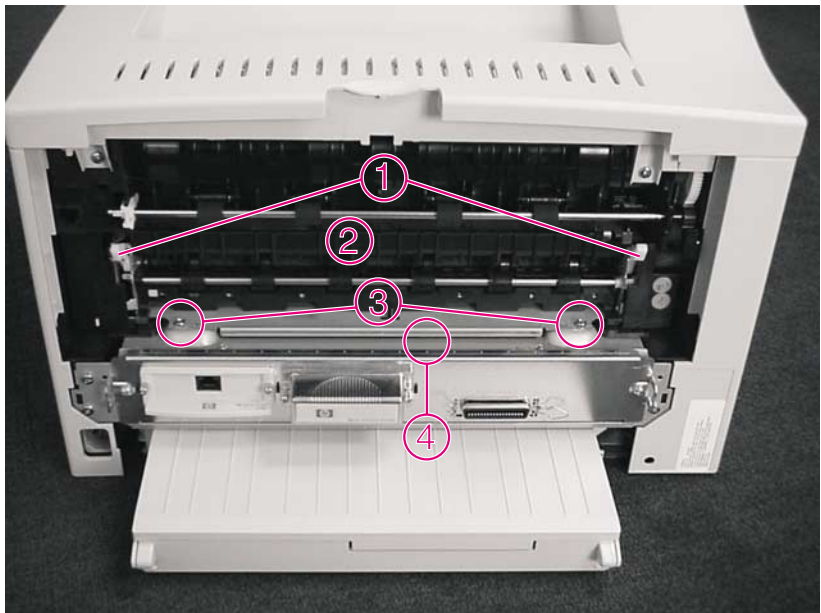

Abbildung 18 Entfernen der Fixiereinheit (Rückansicht des Druckers)
- Entfernen Sie die zwei Schrauben an der Rückseite des Druckers (Abbildung 18, Nummer 3), mit denen die Fixiereinheit (Nummer 2) in der Druckerbasis befestigt ist.
- Verwenden Sie im Bereich 4 in Abbildung 18 einen kleinen Flachschlitzschraubendreher, um die Fixiereinheit auszurasen. Betätigen Sie die grünen Hebel (Nummer 1), und ziehen Sie kräftig an der Fixiereinheit, um sie der Druckerbasis zu entnehmen.